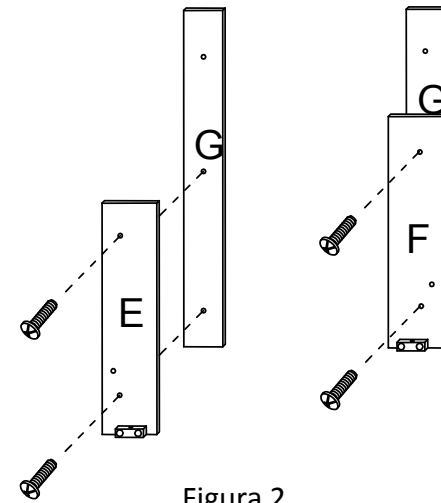

Figura 2
Conecte los Pequeños Paneles de Frente (E & F) a la derecha & Dejó PANEL DELANTERO (G) con 4 TORNILLOS de KD (U) (2 tornillos para cada lado). Vea Figura 2.